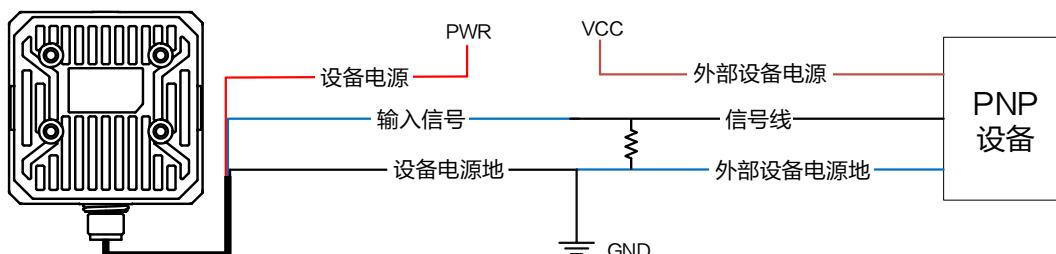

图3-7 输入信号接 PNP 设备
- 若周围有外接电阻，可使用图 3-7 所示的接线方式，使用 $1\text{ k}\Omega$ 的下拉电阻。该接线图适用于所有 IO 输入信号，即 Line0/1/2/3/4，推荐使用该方式接线。